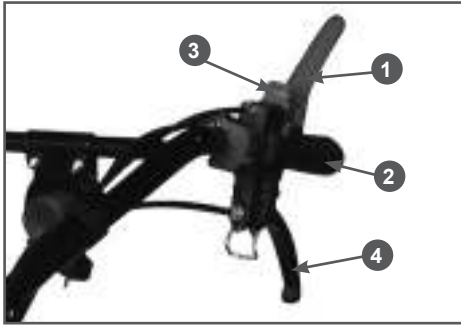

Рис. 12 Левая рабочая рукоятка
2. Рычаг остановки двигателя 1 (Рис.12) нажмите и зафиксируйте стопором.
При возникновении аварийной ситуации, для экстренной остановки мотоблока переведите рычаг 1 остановки двигателя (Рис. 12) в верхнее в положение (отпустите рычаг).